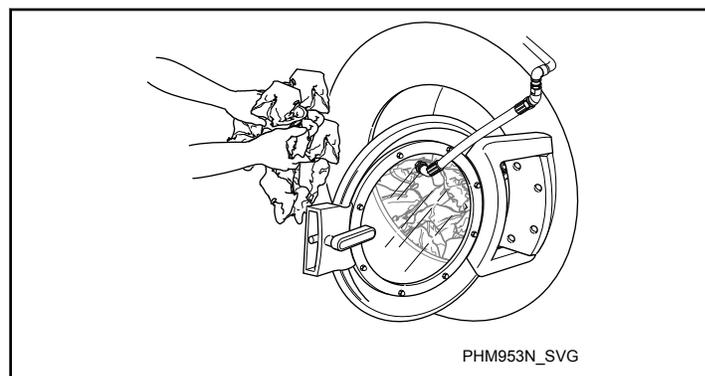

Рис. 46
3. Загрузите максимальную загрузку. НЕ ПЕРЕГРУЖАЙТЕ. См. Рис. 46 .